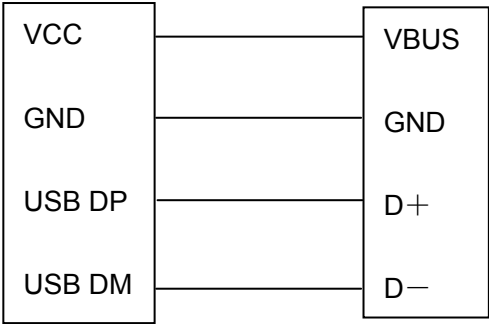

图 D-5 打印机与计算机的 USB 连接示意图
2. 打印机与计算机的 USB 接口连接示意图（如图 D-5 所示）。